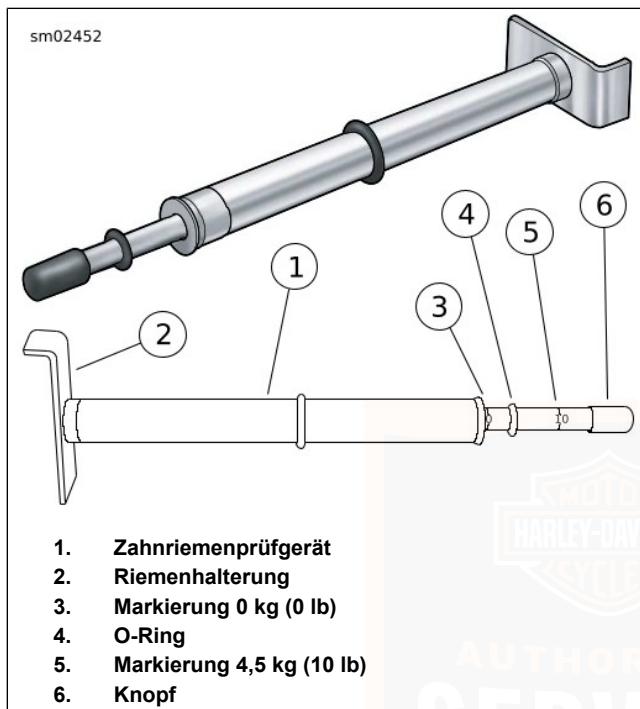

Abbildung 37. Zahnriemenprüfgerät
2. Siehe Abbildung 37. Das ZAHNRIEMENPRÜFGERÄT (TEILE-NR.: HD-35381-A) bereitlegen.